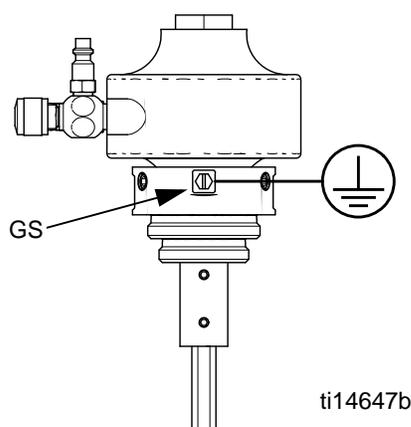

FIG. 1: Tornillo de conexión a tierra
Consulte FIG. 1. Afloje el tornillo de conexión a tierra (GS). Inserte el extremo de un cable de conexión a tierra calibre 12 como mínimo detrás del tornillo de conexión a tierra y apriete el tornillo firmemente. Conecte la abrazadera de conexión a tierra a una tierra verdadera. Graco pone a su disposición un cable de conexión a tierra y una abrazadera, pieza 238909.